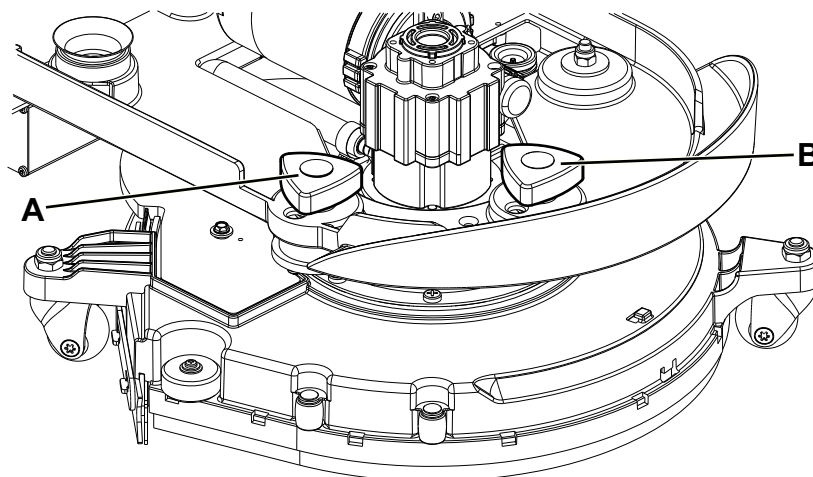

Рис. 7
2. Отрегулируйте скорость машины с помощью маховика (А, Рис. 7) согласно следующей процедуре: